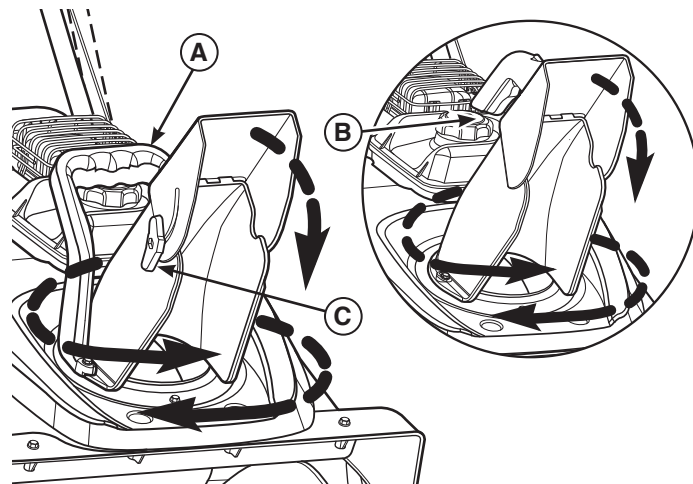

Figure 10
Saisissez la poignée de la goulotte (A, Figure 10) dans le manche du déflecteur et faites pivoter la goulotte d'éjection sur la position gauche, droite ou avant. Une plaque de tension retient la goulotte dans la position voulue.
1. Pressez et tenez la gâchette (B, Figure 10, encadré).
Desserrez le bouton à ailettes (C, figure 10) du déflecteur et réglez le déflecteur vers le haut ou vers le bas pour fixer la hauteur et la distance d'éjection de la neige. Serrez bien le bouton à ailettes pour maintenir le réglage voulu du déflecteur.
Pressez la gâchette (B, Figure 10, encadré) dans le manche du déflecteur et ajustez vers le haut ou vers le bas pour fixer la hauteur et la distance d'éjection de la neige. Relâchez la gâchette pour maintenir la position voulue du déflecteur.